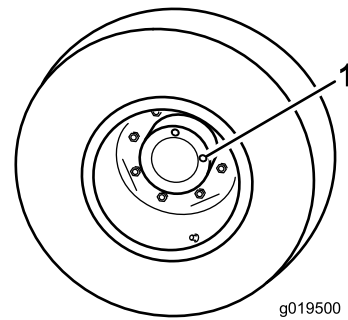

Figura 104
1. Com a máquina numa superfície plana, posicione a roda de forma a que 1 tampão de verificação fique na posição das 12 horas e o outro na das 3 horas (Figura 104).
2. Retire o tampão da posição das 3 horas (Figura 104).